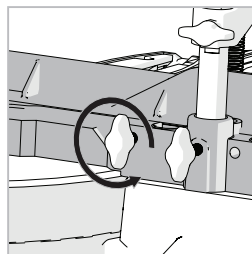

Рис. 10
- Ослабьте винт с накатанной головкой **(рис. 10)**.